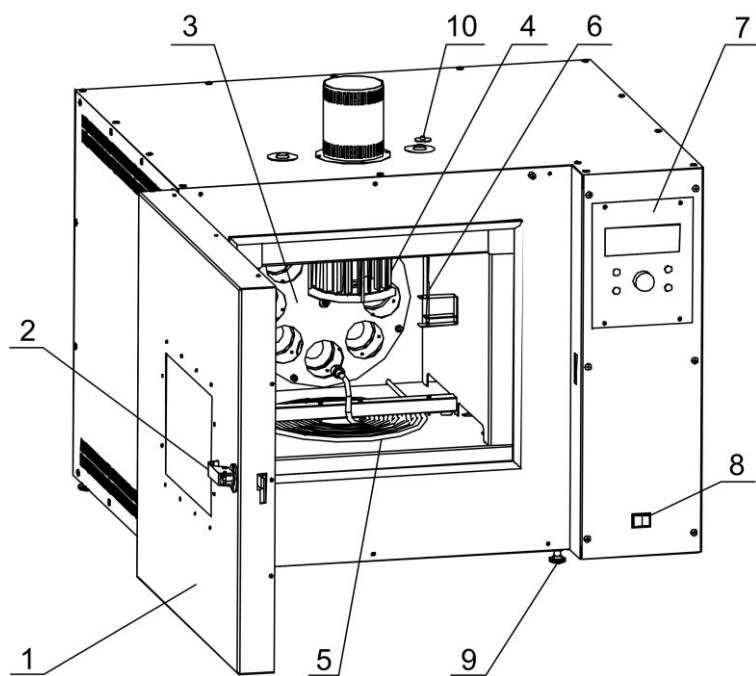

Рисунок 1 – Общий вид печи (вид спереди)
- 3.3.1 Включить печь тумблером «Сеть» 8 (см. рисунок 1, страница 4). На дисплее отобразится окно загрузки (см. рисунок 4), где Х.ХХ – конфигурация программного обеспечения.
- 5) режим работы печи – непрерывный. После окончания работы печь выключается тумблером "Сеть" 8 (см. рисунок 1, страница 4);